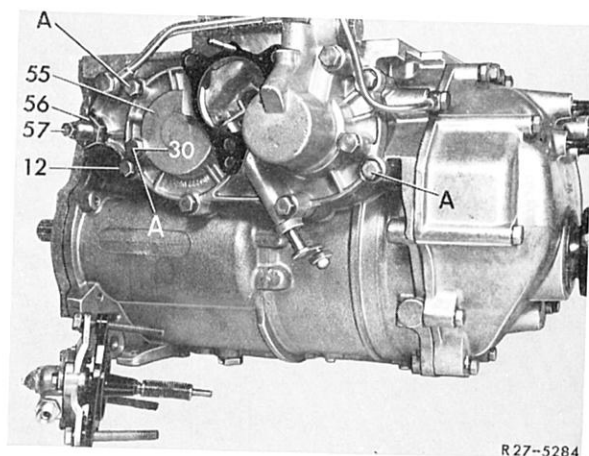

Bild 27-11/63
23 Sechskantschrauben (12) mit Federscheiben einschrauben und leicht festziehen (Bild 27-11/62).